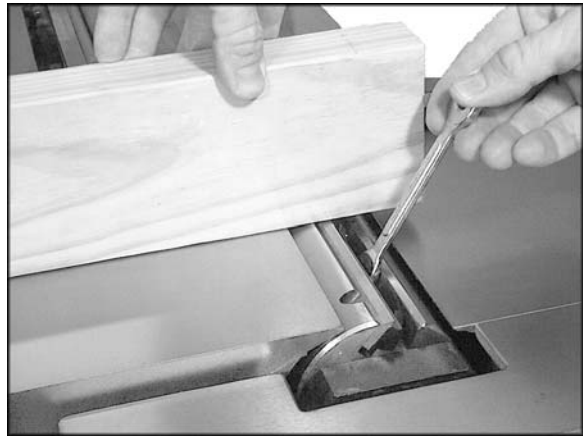

Figure 32 (tête de la découpeuse droite)
16. Utilisez l'extrémité d'un panneau pour repousser le couteau vers le bas afin qu'il s'aligne contre les vérins à vis. Voir la Figure 32. Serrez les vis de verrou juste assez pour maintenir le couteau en position dans la tête de la découpeuse. Ne serrez pas totalement.